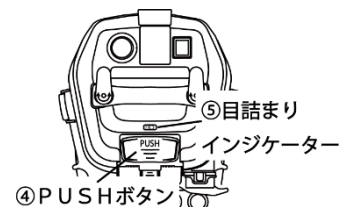

図11
※使用中に、⑤目詰まりインジケータ部がオレンジ色になると吸引力、吐出力が低下している状態を示します(図11参考)。
④PUSHボタンを押すことで、一時的に②④メインフィルターに付着したゴミを⑨タンク内に落とし吸引力、吐出力が回復します。使用後は、『4、ゴミ処理及び、フィルター清掃方法』を参考にフィルター清掃を行ってください。
- ii. ⑨タンク内に溜まったゴミを廃棄してください(図11参考)。